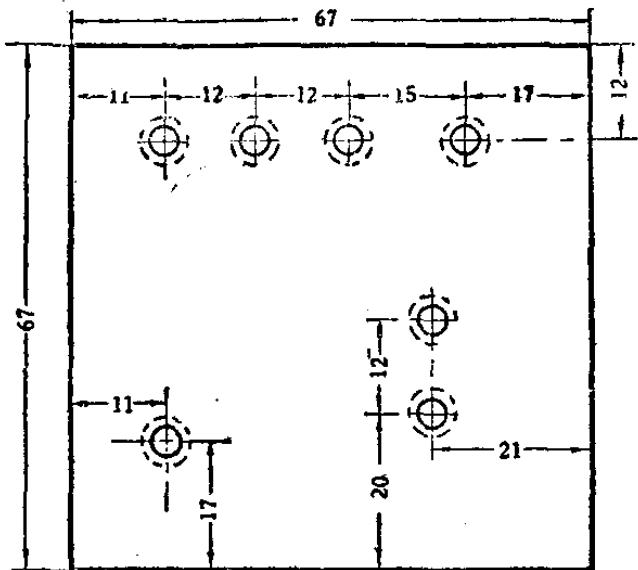

图 9-26
7. 底板：最好用 5 毫米厚的胶木板，按照图 9-26 做一块。底板上的孔都是 4.5 毫米直径。在底板的下面，用較大的钻头把洞扩大，使螺絲尾部完全埋在胶木板里，这样，不但式样美观，而且又能放得平稳。